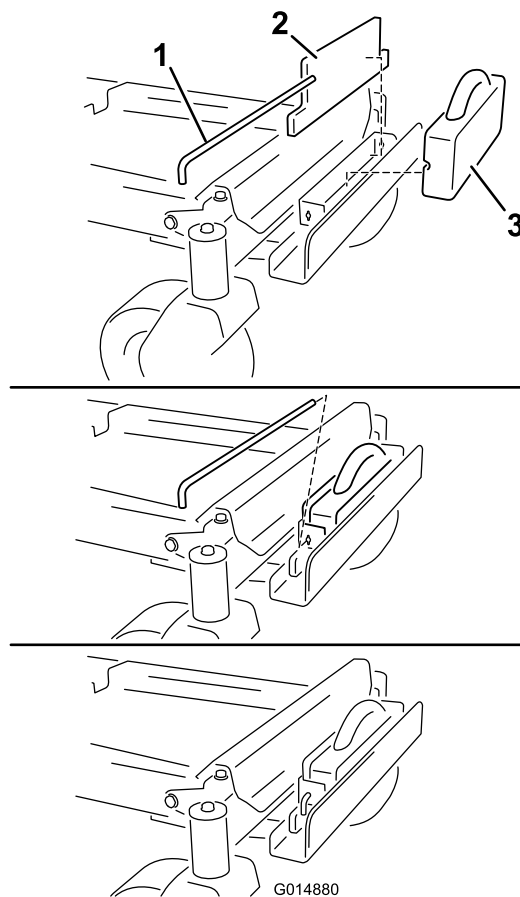

Figura 9
8. Instale un peso plano en el soporte de los pesos y muévalo hacia atrás contra el borde del soporte (Figura 9).
9. Instale un peso de maletín delante del peso plano (Figura 9).
10. Sujete los pesos al soporte de los pesos con una varilla de traba (Figura 9). Instale la varilla y gírela 90 grados hacia abajo para bloquearla en su sitio.